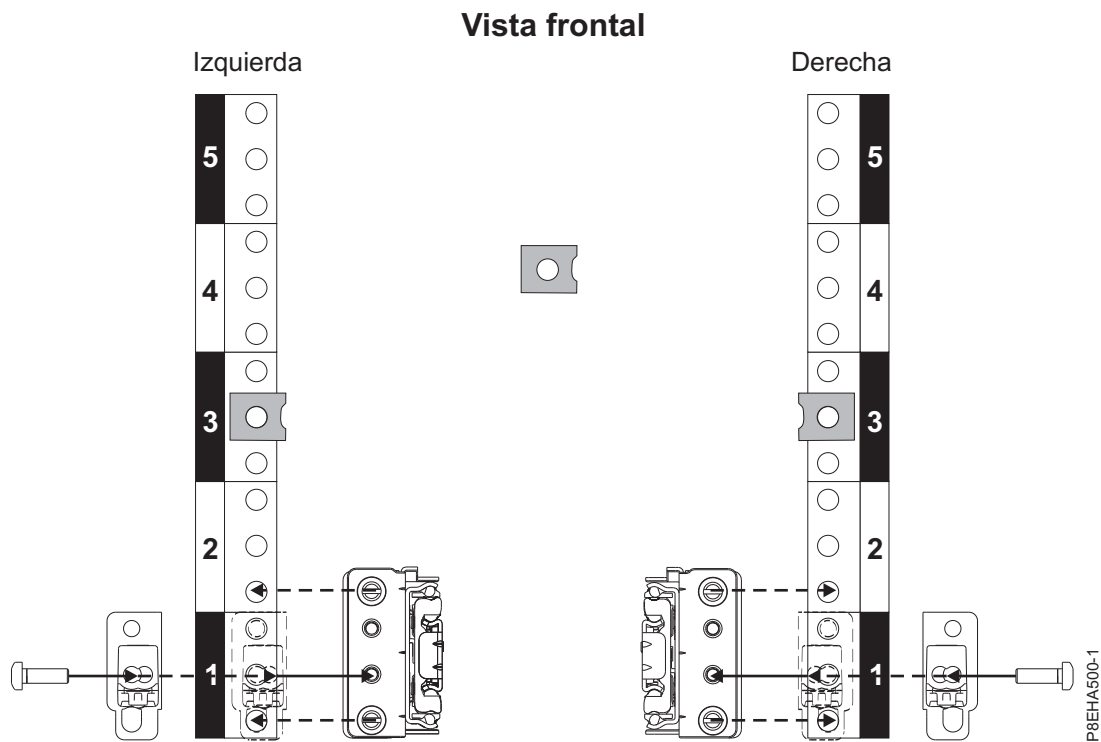

Figura 4. Fijación de los rieles deslizantes a la parte frontal del bastidor
3. En la parte frontal del bastidor, coloque el riel deslizante izquierdo (**C**) entre los estándares de montaje EIA del bastidor posterior y frontal del lado izquierdo, tal como se muestra en la Figura 4 en la página 5.
6. Coloque la abrazadera del pestillo de golpe (**B**) de forma que cubra el espacio del EIA frontal del riel deslizante tal como se muestra en Figura 4.
7. Utilice la herramienta hexadecimal T25 para fijar la abrazadera del pestillo de golpe al reborde del riel frontal con un tornillo de punta plana (**A**) M5 X 16 mm situado en el orificio del medio (1b) de la unidad de bastidor EIA tal como se muestra en Figura 4.
8. Repita los pasos de 2 en la página 4 a 7 para el riel deslizante derecho (**D**) tal como se muestra en Figura 4. El riel deslizante derecho se identifica mediante una R impresa en el interior de la ubicación frontal.
9. Fije los dos clips de tuerca (**F**) a las ubicaciones 3b de EIA respectivas de los estándares de EIA verticales frontales derecho e izquierdo, tal como se muestra en Figura 4.